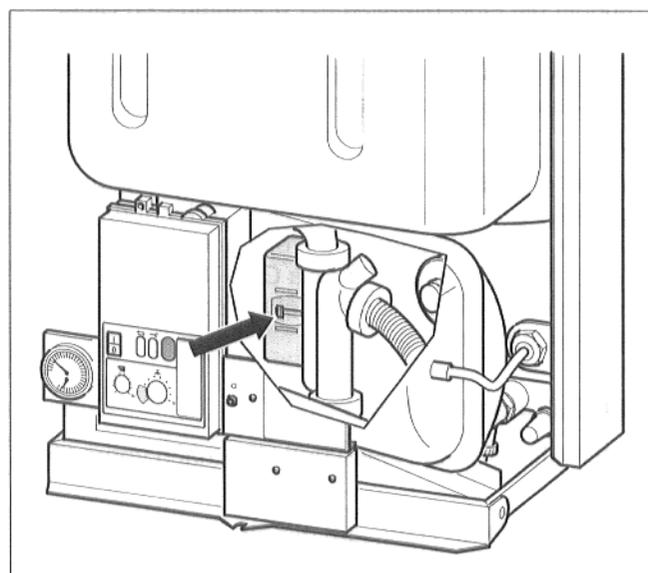

Abb. 15 Dreiwegeventil
- Dreiwegeventil in Mittelstellung stellen. Dazu Hebel am Dreiwegeventil mit Schraubendreher o.ä. nach rechts schieben und eindrücken (Abb. 15).